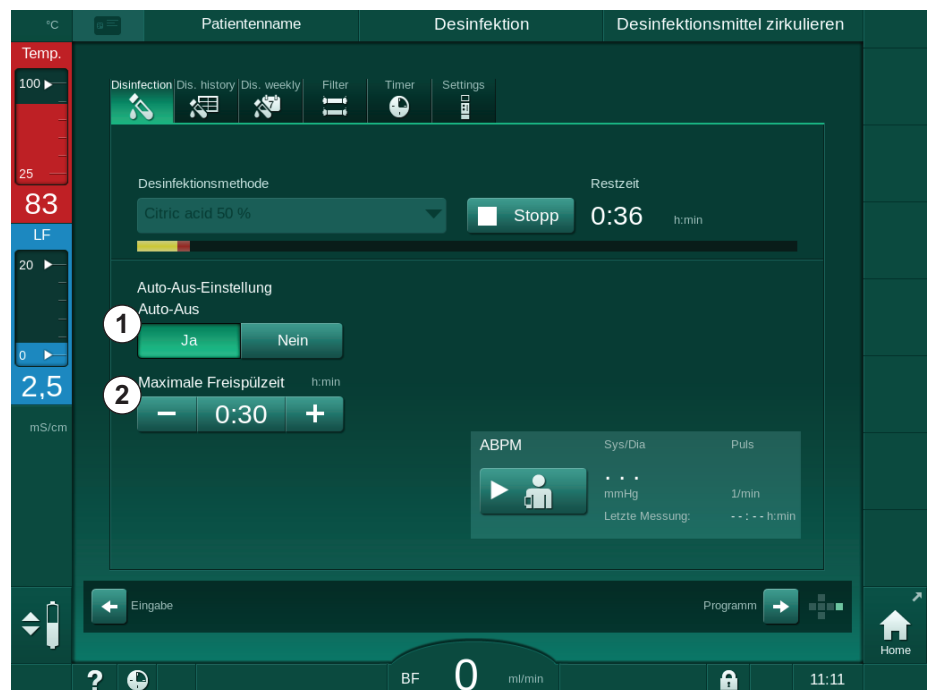

Abb. 7-16 Desinfektion läuft – *Auto-Aus* aktiviert
Nach Auswahl des Bildschirms Desinfektion wird die Voreinstellung von *Auto-Aus (Ja oder Nein* sowie maximale Freispülzeit im Falle von *Ja*) angezeigt. Die Einstellung der Funktion kann jederzeit vor oder nach Beginn der Desinfektion durch drücken von *Auto-Aus, Ja* oder *Nein* geändert werden (Abb. 7-16, ①).